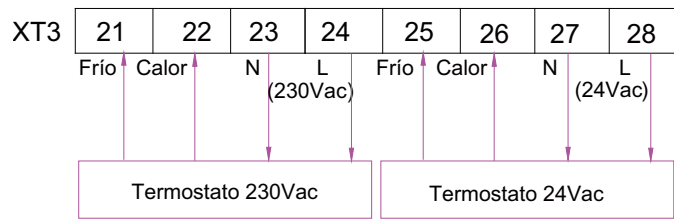

Imagen 1
- (1) Retire la cubierta frontal de la unidad interior y abra la caja de conexiones eléctricas.
- (2) Verifique la fuente de alimentación del termostato. Si esta es de 230Vac, seleccione los terminales no. 21~24 del bloque de terminales XT3. Por el contrario, si el termostato es de 24Vac, seleccione los terminales no. 25~28 del bloque de terminales XT3.
- (3) Si el termostato es de tipo frío/calor, realice la conexión según la imagen 1.